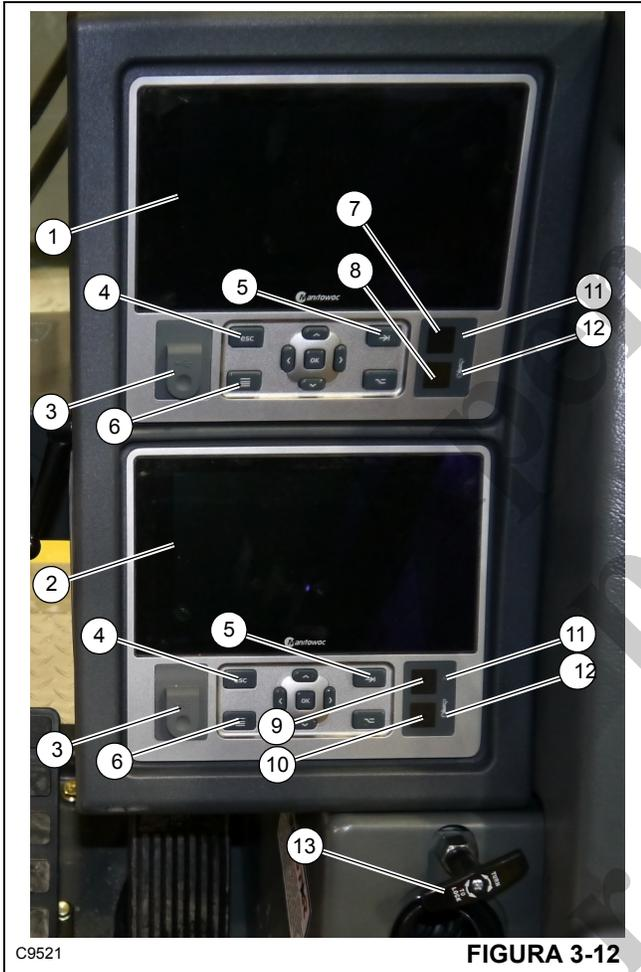

Figura 3-12 Números dos itens
A alavanca de controle do pino de trava contra giro (13)(Figura 3-12) localiza-se ao lado do console dianteiro no lado direito da cabine. O objetivo do pino da trava contra giro é bloquear a superestrutura na posição diretamente sobre a dianteira para apanhar e transportar cargas. Quando a alavanca de controle é empurrada para baixo e a superestrutura está diretamente sobre a frente, o pino de bloqueio de
Há um sensor de temperatura (12) e um sensor de brilho (11) (Figura 3-12). O sensor de brilho ajusta automaticamente o brilho de todos os mostradores.